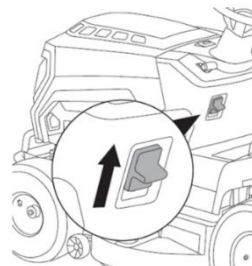

Fig.17
2. Ridicați butonul frânei de mână până la capăt în poziția de blocare. (Fig.17)